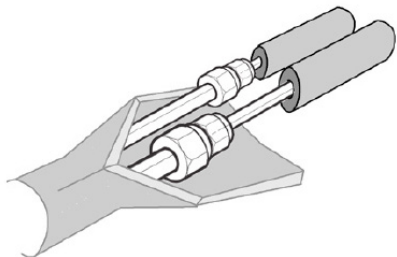

fig. 23 -
- Il raccordo di collegamento all'unità interna deve essere avvolto da isolante termico "fig. 23 -".